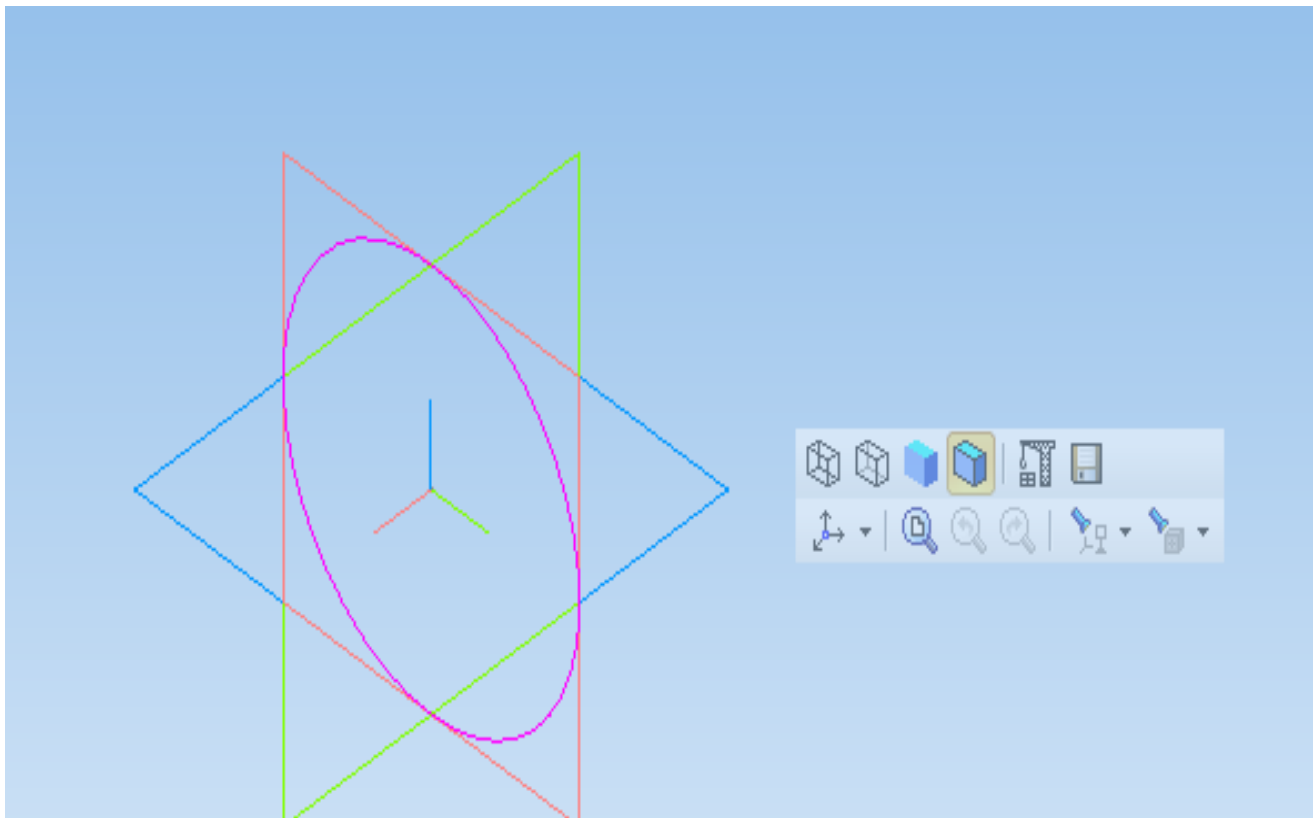

Рисунок 2.
1. В меню программы выбрать «Деталь». Выбирается плоскость, перпендикулярно которой будет проходить ось пружины. Выбираем плоскость ZOY . Чертим окружность диаметром 50 (рисунок 2). Выходим из эскиза.
На экране появляется прообраз пружины (рис.2), на панели свойств появляются вкладки «Построение», «Диаметр», «Свойства» с перечнем параметров, которые необходимо заполнить для построения пружины.